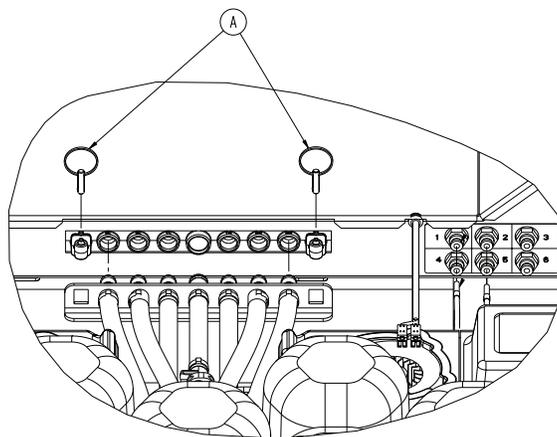

Figure 5 – Broches de fixation
6. Retirer les deux broches de fixation (A) des raccords rapides de conduite sur la boîte côté pieds (Figure 5). Conserver les broches.